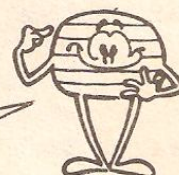

Fig.15
- FIG. 15 - O 741 TRABALHANDO COM SINAIS EM C.A. (ÁUDIO, POR EXEMPLO) - Meramente intercalando capacitores de bloqueamento da C.C. (para que não sejam influenciados os cálculos puramente resistivos das redes de realimentação) nos percursos de Entrada (CE) e de Saída (CS) dos sinais, podemos tranquilamente colocar um 741 a trabalhar com sinais C.A. (áudio, por exemplo...). Convém, agora, notar que existe um último e importante PARÂMETRO do 741 a considerar: a MÁXIMA FREQUÊNCIA PASSANTE, de modo que ainda tenhamos "garantido" um ganho
funcional... Normalmente, um 741 pode trabalhar com sinais alternados de Frequência até cerca de 100 KHz, com uma possibilidade de ganho ainda considerável... Podemos levar a Frequência de funcionamento até o limite de 1 MHz, porém, nesse caso (Frequências relativamente elevadas...) ficam invalidadas as fórmulas determinadoras do ganho, já que este, por razões internas do Integrado, terá seu limite superior cada vez mais "pra baixo", à medida que a Frequência "sobe"... Tanto que a 1 MHz não conseguiremos, "nem a pau", obter ganho maior do que o unitário, do Integrado! Na faixa de áudio, contudo (até uns 20 ou 30 KHz...) podemos, na prática, considerar os parâmetros de ganho como muito próximos dos verificados sob C.C., valendo todas as fórmulas e configurações já vistas (sempre com a intercalação dos capacitores de "isolamento", conforme diagrama da fig. 15...) nas figuras anteriores.